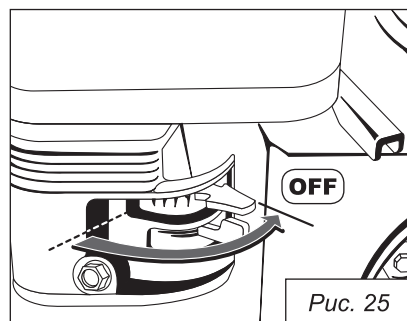

Рис. 25
7. После запуска двигателя, медленно поворачивайте ручку управления воздушной заслонкой управления в положение «OFF» (рис. 25).